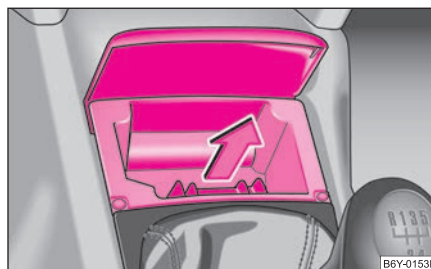

Fig. 70 Console centrale:
- Rabattre le couvercle du cendrier et sortir la boîte de celui-ci en tirant vers le haut dans le sens de la flèche ⇒ page 68, fig. 70.